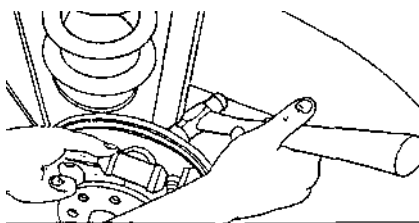

Рис. 7.50
- выкрутить болт 3 (рис. 7.41) крепления тормозного цилиндра и, легонько постукивая, отделить цилиндр от опорного щита (рис. 7.50);